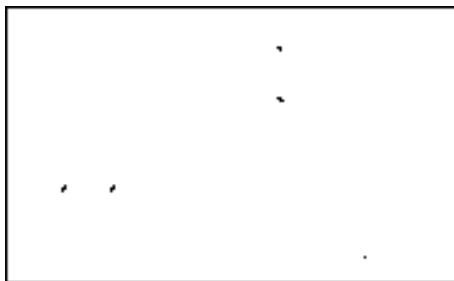

图 13-42 绘制多段线
10) 绘制橱柜。调用“多段线”命令, 绘制橱柜的轮廓线, 结果如图 13-42 所示。